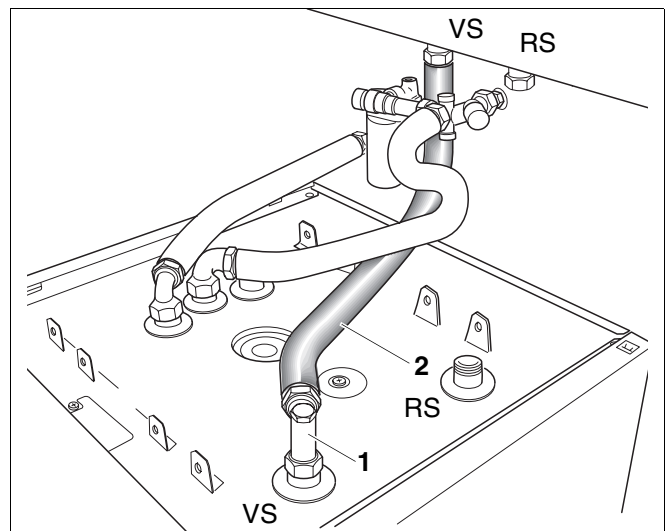

Abb. 8 Well Schlauch an Speichervorlauf montieren
Der Well Schlauch vom Vorlauflauf muss beim S135 bzw. S160 unter den Well Schlauch der Sicherheitsgruppe (siehe Abb. 8) verlegt werden.
- In die Winkelverschraubung (Abb. 8, **Pos. 1**) die Dichtung einlegen.
- Winkelverschraubung (Abb. 8, **Pos. 1**) am Vorlauf des Speicher-Wassererwärmers schrauben und ausrichten (ca. 45° nach links, siehe Abb. 8).
- Well Schlauch (Abb. 8, **Pos. 2**) mit den Überwurfmuttern und eingelegten Dichtungen zwischen die Winkelverschraubung des Vorlaufs am Speicher-Wassererwärmer und am Vorlauf des Heizkessels schrauben.